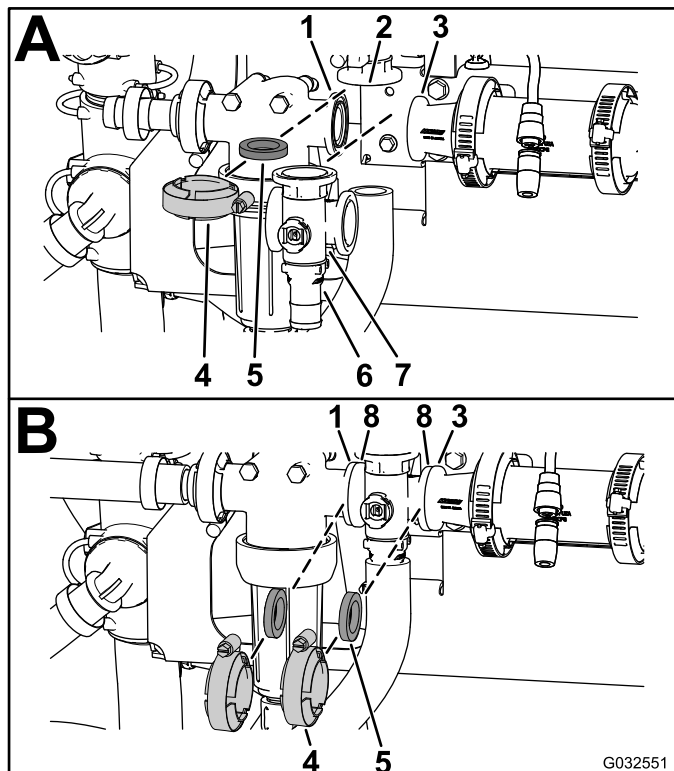

Figura 109
1. Alinhe a flange da válvula de distribuição da agitação, uma junta e a flange da união do tampão do coletor da válvula de agitação (A de Figura 109).
2. Monte a válvula de distribuição da agitação, junta e coletor da válvula de agitação com uma abraçadeira bem apertada à mão (A de Figura 109).
3. Prenda o conector rápido à união de distribuição ao inserir uma fixação na tomada da união da distribuição (A de Figura 109).
4. Alinhe uma junta entre as flanges da cabeça do filtro de pressão e o coletor da válvula de agitação (B de Figura 109).
5. Monte a cabeça do filtro de pressão, junta e coletor da válvula de agitação com uma abraçadeira bem apertada à mão (B de Figura 109).
6. Alinhe uma junta entre as flanges do coletor da válvula de agitação e acoplador de redução (B de Figura 109).
7. Monte o coletor da válvula de agitação, junta e acoplador de redução com uma abraçadeira bem apertada à mão (B de Figura 109).